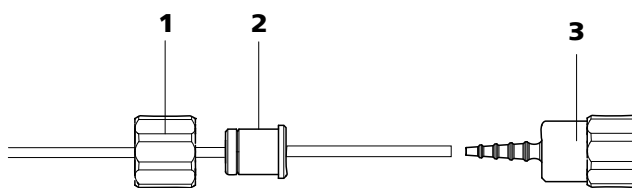

图 26 安装不带过滤器的泵管接口
- **情况 B：不带过滤器** 6.2744.160 （参见图 26，第 41 页）的泵管接口。